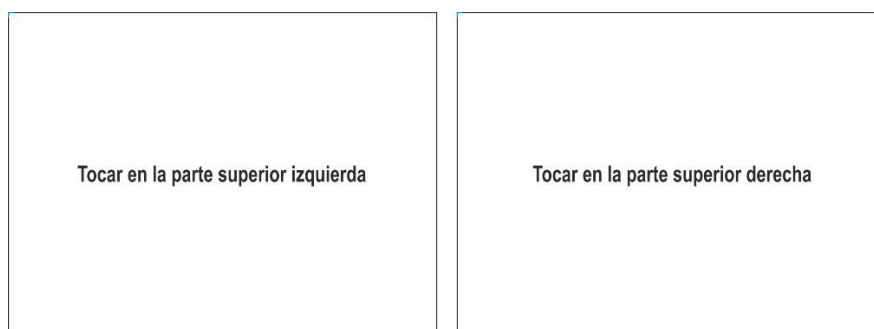

Fig. 10: Pantallas calibración táctil – Parte superior
1. Seleccione el texto **“Comenzar”** del campo “Calibración”. El instrumento muestra el mensaje “Tocar en la parte superior izquierda”. Toque la parte superior de la pantalla cerca de la referencia azul presente en borde izquierdo (vea la Fig. 10 – parte izquierda)
2. El instrumento muestra el mensaje “Tocar en la parte superior derecha”. Toque la parte superior de la pantalla cerca de la referencia azul presente en el borde derecho (ver la Fig. 10 – parte derecha)